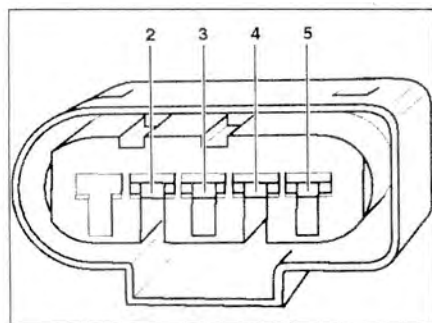

Рис. 4А.18. Измерьте напряжение между контактами разъема расходомера воздуха.
10. Измерьте напряжение между контактами разъема расходомера воздуха (рис. 4А.18).